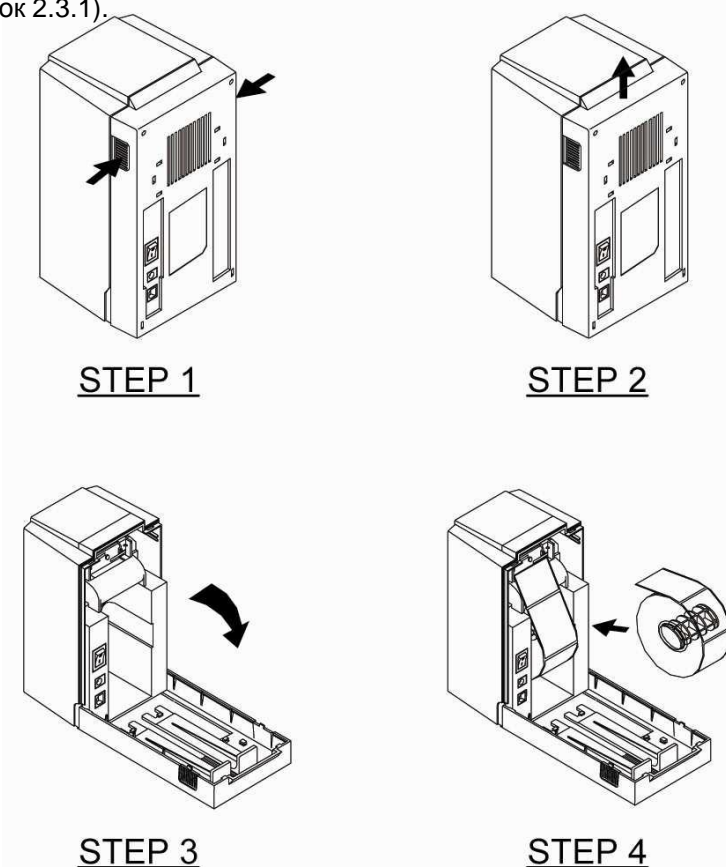

Рис. 2.3.1
1. Нажмите на две защелки (6) и чуть приподнимите их, чтобы открыть заднюю крышку. Затем, вставьте маленький рулон этикет ленты в разъем для валика (см. рисунок 2.3.1).
2. Нажмите на две защелки (6) и чуть приподнимите их, чтобы открыть заднюю крышку. Затем, вставьте маленький рулон этикет ленты в разъем для валика (см. рисунок 2.3.1)